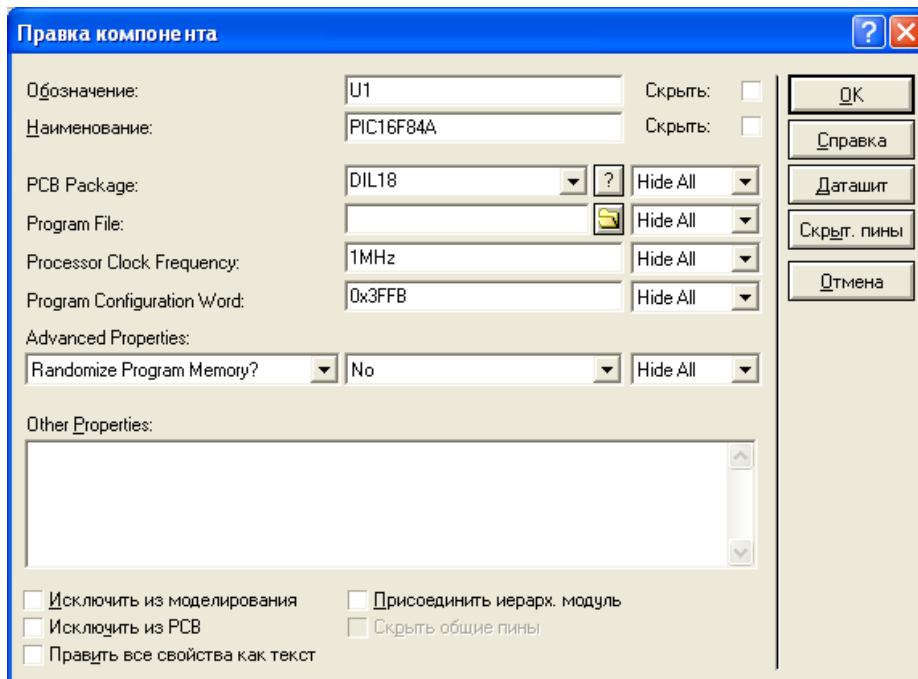

Рис. 23. Вікно налаштування компонента PIC16F84A
21. Натиснути ПКМ на рисунку мікроконтролера та вибрати розділ «Правка свойств» (рис. 23–25)